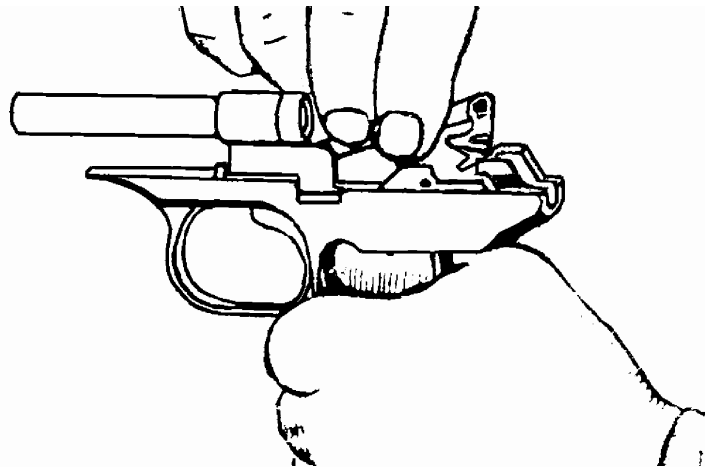

Рис. 11. Отделение спусковой тяги с рычагом взвода от рамки.
3. Отделить спусковую тягу с рычагом взвода от рамки. Удерживая рамку в левой руке, правой рукой приподнять задний конец спусковой тяги и вывести цапфу из отверстия спускового крючка (рис. 11).